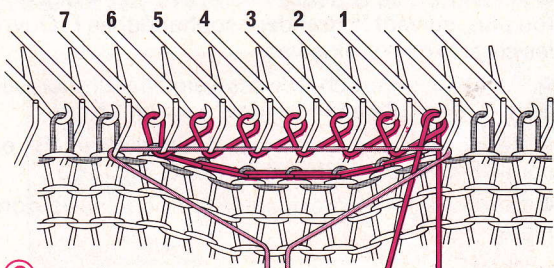

Fig. 172
⑥ Placer le cordonnet sur les boucles des 7 aiguilles et le tirer vers le bas (fig. 172). Tricoter 2 rangs et enlever le cordonnet. Continuer de tricoter jusqu'à la prochaine boutonnière.